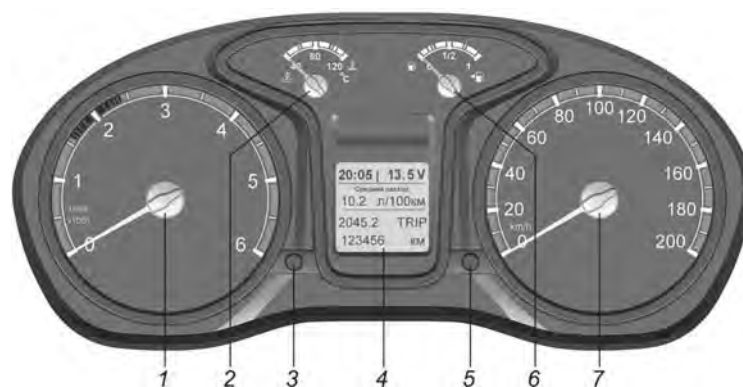

Рис. 5.22. Комбинация приборов
*Расположение приборов показано на рис. 5.22 и 5.23*